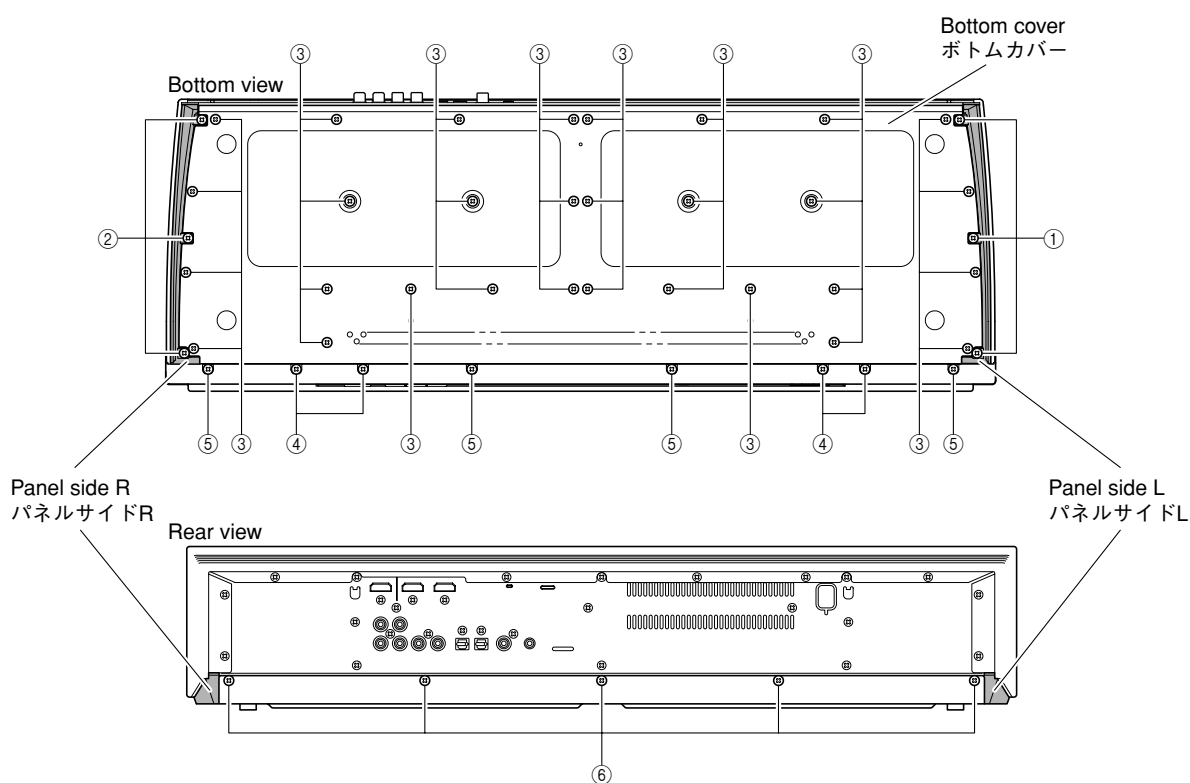

Fig. 9
- Remove 3 screws (①) and then remove the side panel L. (Fig. 9)
- Remove 3 screws (②) and then remove the side panel R. (Fig. 9)
- Remove 30 screws (③), 4 screws (④), 4 screws (⑤) and 5 screws (⑥). (Fig. 9)
- ①のネジ3本を外し、パネルサイドLを取り外します。(Fig. 9)
- ②のネジ3本を外し、パネルサイドRを取り外します。(Fig. 9)
- ③のネジ30本、④のネジ4本、⑤のネジ4本、⑥のネジ5本を外します。(Fig. 9)